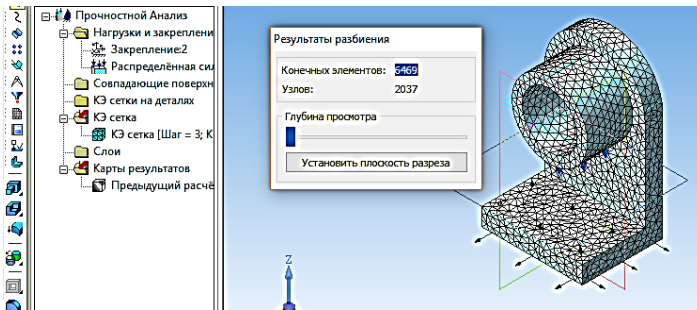

Рис.3 - Генерация кінцево-элементної сітки
6. Перейти у папку *Разбиение и расчет*, натиснути кнопку *Генерация КЭ сетки*, вказати потрібні параметри операції. Після генерації сітки натиснути кнопку *Расчет* і вказати у новому вікні *Статистический расчет* (Рис.3).